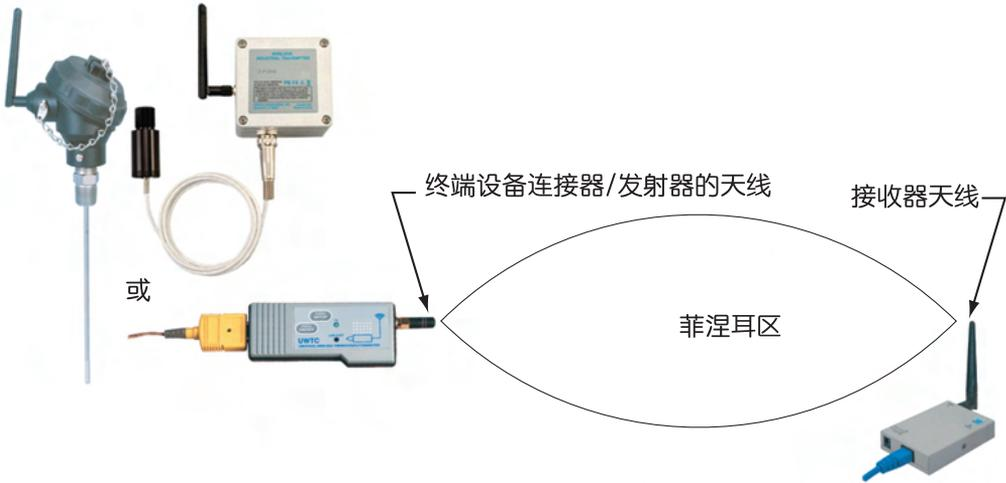

图 5.2 菲涅耳区
4. 使天线之间保持在视线范围内，并确保菲涅耳区内无障碍物。参见图 5.2。